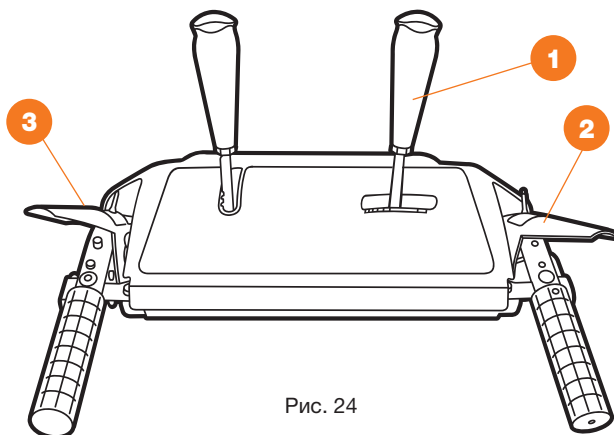

Рис. 24
- Установите требуемую рабочую скорость движения переключением передачи на панели управления. Перемещая рычаг выбора скорости **1**, установите его в одно из четырех положений **ВПЕРЕД** или в положение **НАЗАД** (Рис. 24).
- Нажмите на рычаг включения вращения шнека **2** и шнеки начнут вращаться. При отпускании рычага шнеки остановятся (Рис. 24).
- Нажмите на рычаг включения привода колес **3** и снегоуборщик начнет движение. При отпускании рычага снегоуборщик остановится (Рис. 24).
- При одновременном нажатии рычага включения вращения шнека **2** и рычага включения привода колес **3**, рычаг **3** можно отпустить, при этом движение снегоуборщика и вращение шнеков продолжится. Таким образом, не останавливая процесс уборки, вы можете свободной рукой отрегулировать направление и дальность выброса или включить фару (Рис. 24).
- Для остановки снегоуборщика отпустите рычаг включения привода хода **2** и привод колес, вращение шнека автоматически выключится (Рис. 24).
- При отпущенном рычаге включения вращения шнека ② (в верхнем положении), трос привода должен иметь небольшое ослабление. Он не должен быть сильно натянут (Рис. 24).
- Находясь в положении оператора (за снегоуборщиком) включите шнек, нажав на рычаг включения вращения шнека ② (Рис. 24).
- Оставьте шнек в рабочем состоянии примерно на 10 секунд, после чего отпустите рычаг включения вращения шнека ② (Рис. 24). Повторите эту процедуру несколько раз.
- При включенном двигателе и установленной в верхнее положение рычага включения шнеков ②, подойдите к снегоуборщику со стороны ковша (Рис. 24).